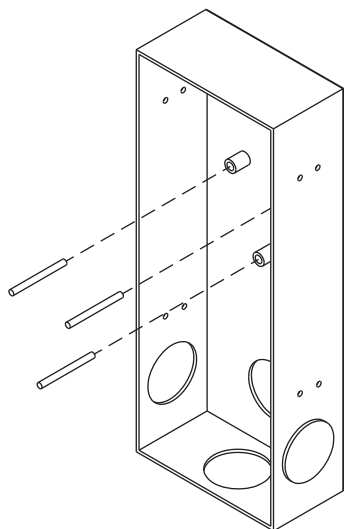

Figura 1
- 1) Atornille los 3 tarugos suministrados en los 3 separadores respectivos en la caja (**Figura 1**).